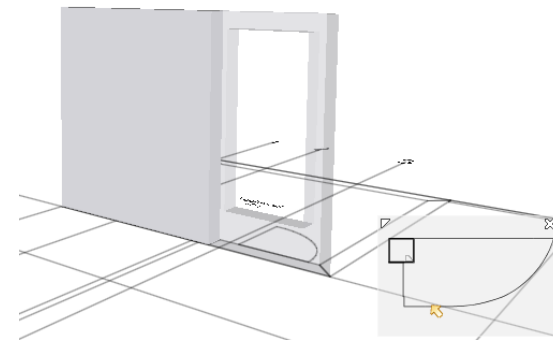

図 5-6 壁の干渉
- 6) 案件をダブルクリックすると案件のコンポーネントが拡大表示され、ハイライトされます。もし、近すぎる場合は 3D ビューのツールバーから「ズームアウト」を選択します。（図 5-6 を参照）